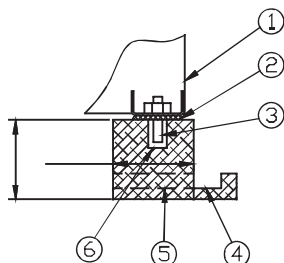

Рис. 6-7
- Минимальное расстояние между наружным блоком и препятствиями, описанное в установочной таблице, не применимо в случае установки блока в закрытом помещении. Оставьте открытыми два из трех направлений. (См. рис. 6-7, 6-8, 6-9)